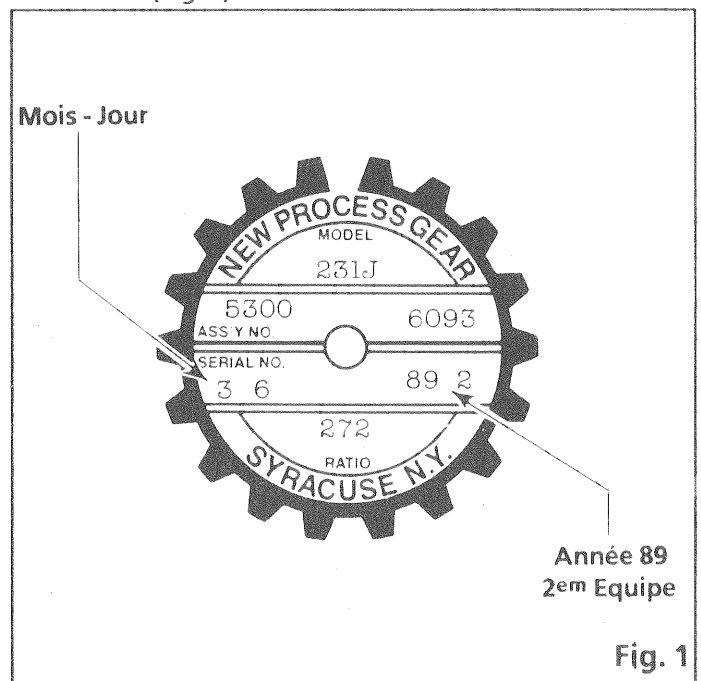

Fig. 1
- Mettre le véhicule sur un pont élévateur et noter les indications portées sur la plaque d'identification de la boîte de transfert (Fig. 1).